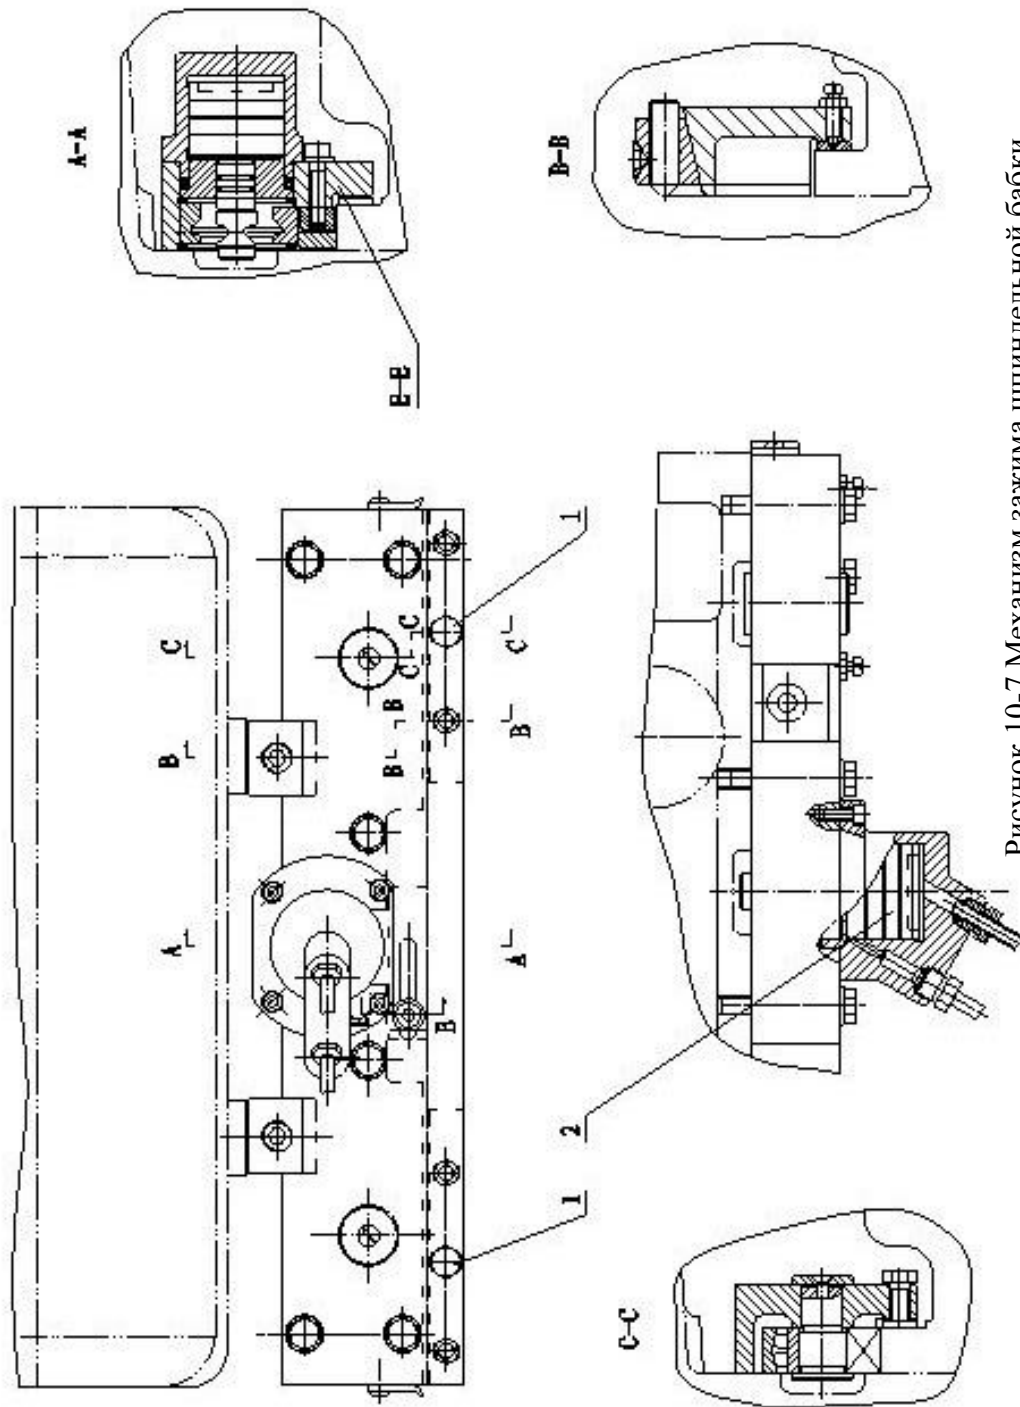

Рисунок 10-7 Механизм зажима шпиндельной бабки
(1) Регулировка зажима на головке шпинделя (Рисунок 10-7)